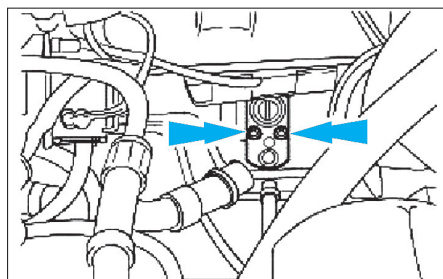

Fig. 23
- Déposer le détendeur thermostatique (Fig.23).